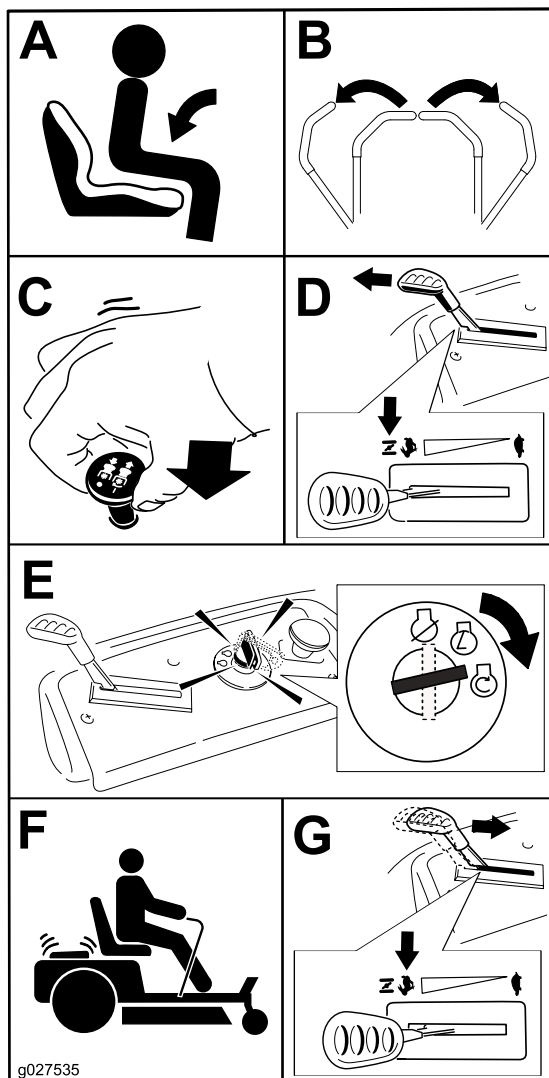

Figure 11
**Remarque:** Il peut être nécessaire de maintenir le levier contre la butée, en position STARTER, tout en essayant de démarrer le moteur (Figure 11).